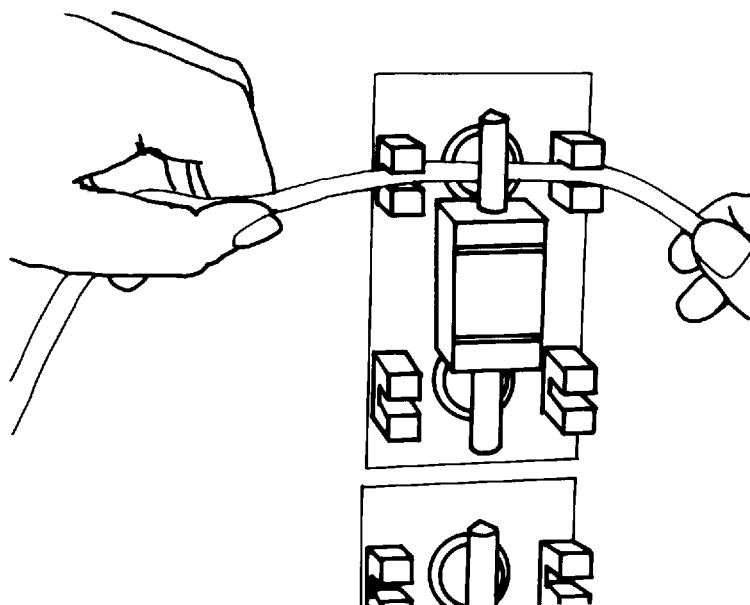

Figure 6-2: Inserting the red-striped tubing into valve V1
- 7** Vận VALVE SELECTOR đến vị trí V1. Chèn tube vào red-coded valve V1 (Figure 6-2).